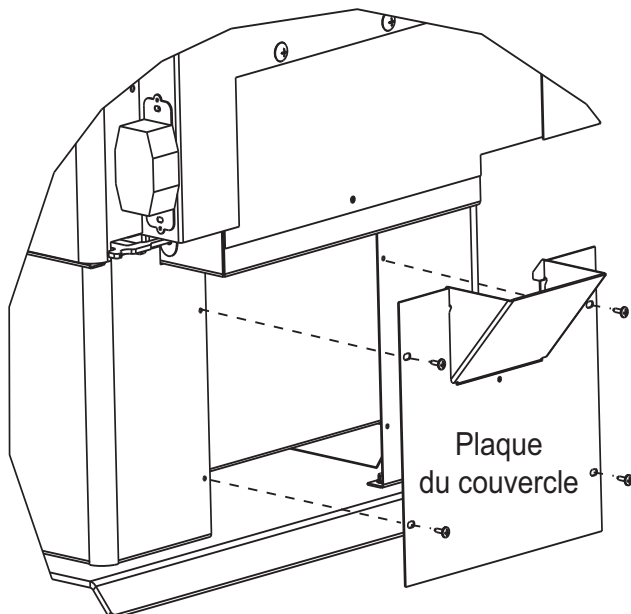

Figure 23.3
**REMARQUE :** Si vous effectuez une installation au sol de l'ensemble de la prise d'air extérieur sur un modèle à dessus étagé avec piédestal, vous devez fixer la plaque de recouvrement jointe à l'aide des 4 vis, à l'arrière du poêle. Vous pouvez jeter cette pièce si vous n'en avez pas besoin (Figure 23.3 à la page 23).